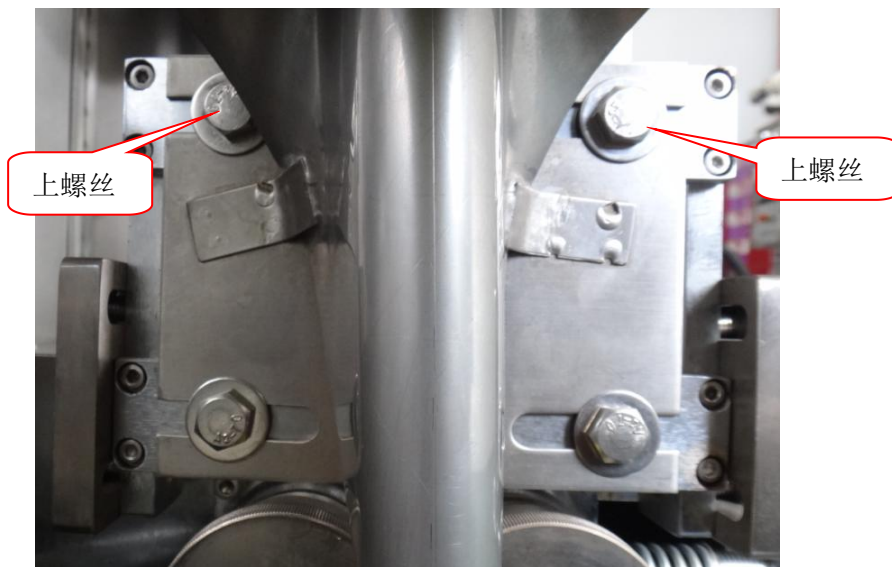

图 6-5
- 2、如果袋子成菱型，可松开成型器支架的上螺丝（图 6-5），把成型器支架往内压或往外拉，使袋子成正方形或长方形。